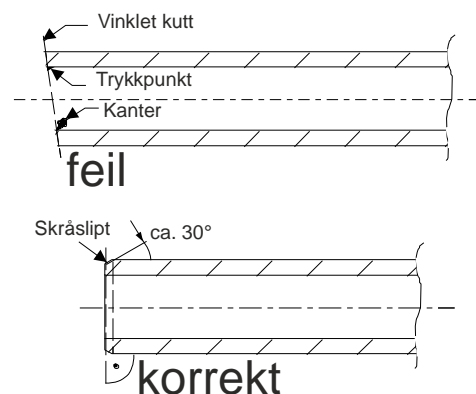

Fig. 36 Skjære rørene
- Rørene må skjæres til riktig størrelse med en rørkutter. Når du gjør det, påse at skjæringen er i en rett vinkel i forhold til røraksen. Fjern eventuelle utstikkende kanter, Fig. 36.
- Endene til de individuelle rørstykkene skal skråslipes litt med et egnet verktøy, f.eks. skråslipe litt med en rørskraper, Fig. 36.